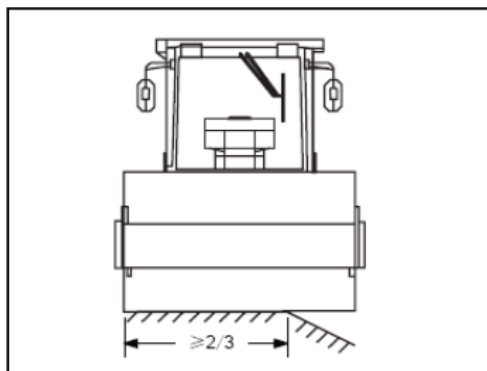

Рис. 2-33
- При уплотнении краев дороги, прилегающих к дорожному покрытию, убедитесь в том, что более 2/3 части барабана находится на предварительно уплотненной дороге. См. Рис. 2-33.